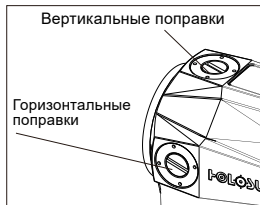
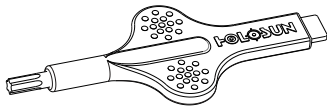

Рисунок 8
Рисунок 9
2. Регулировка по вертикали расположена на верхней части корпуса, по горизонтали — на правой стороне корпуса (Рис.8). Регулировку можно выполнить, используя плоский шлиц в прилагаемом в комплекте инструменте (Рис.9).
1. Многофункциональный инструмент. Прямой шлиц используется для регулировки механизма выверки, Torx T10 — для винта крепления прицела на кронштейн (Рис.9).